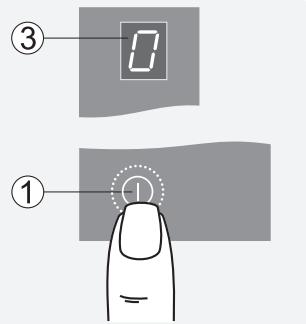

Рис.7
Коснуться зоны со знаком «①». Во всех окнах индикации конфорок загорится «0» (рис. 7).